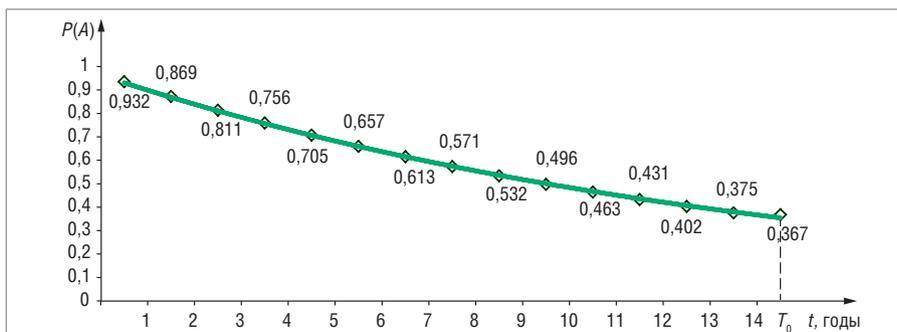

Рис. 1. Изменение вероятности безотказной работы устройства при  $T_0 = 125\,000$  ч
Для построения графика изменения вероятности безотказной работы во времени (рис. 1) в формуле (2) использовано полученное экспериментальным путём значение наработки на отказ  $T_0 = 125\ 000$  часов. Вероятность отказа уменьшится до значения 0,367 при равенстве фактически отработанного изделием времени значению наработки на отказ. При фактической наработке больше  $3T_0$  вероятность безотказной работы  $P(A) < 0,05$ .